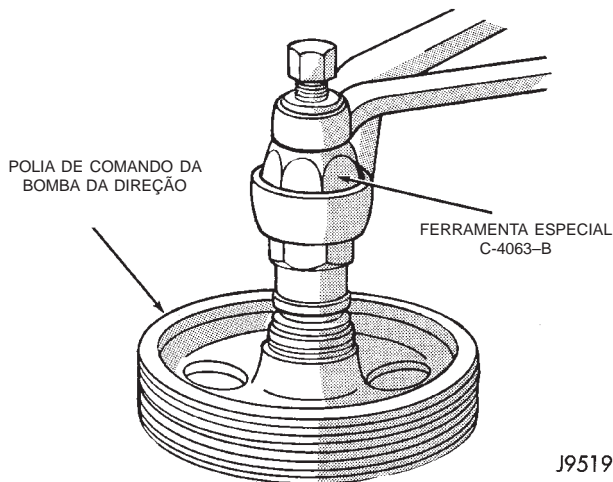

Fig. 6 Instalação da Polia
(1) Troque a polia se estiver empenada, quebrada ou solta.
(2) Instale a polia na bomba com o Instalador C-4063-BI (Fig. 6) encaixado na extremidade do eixo. Certifique-se de que a polia e a ferramenta fiquem alinhadas com o eixo da bomba.